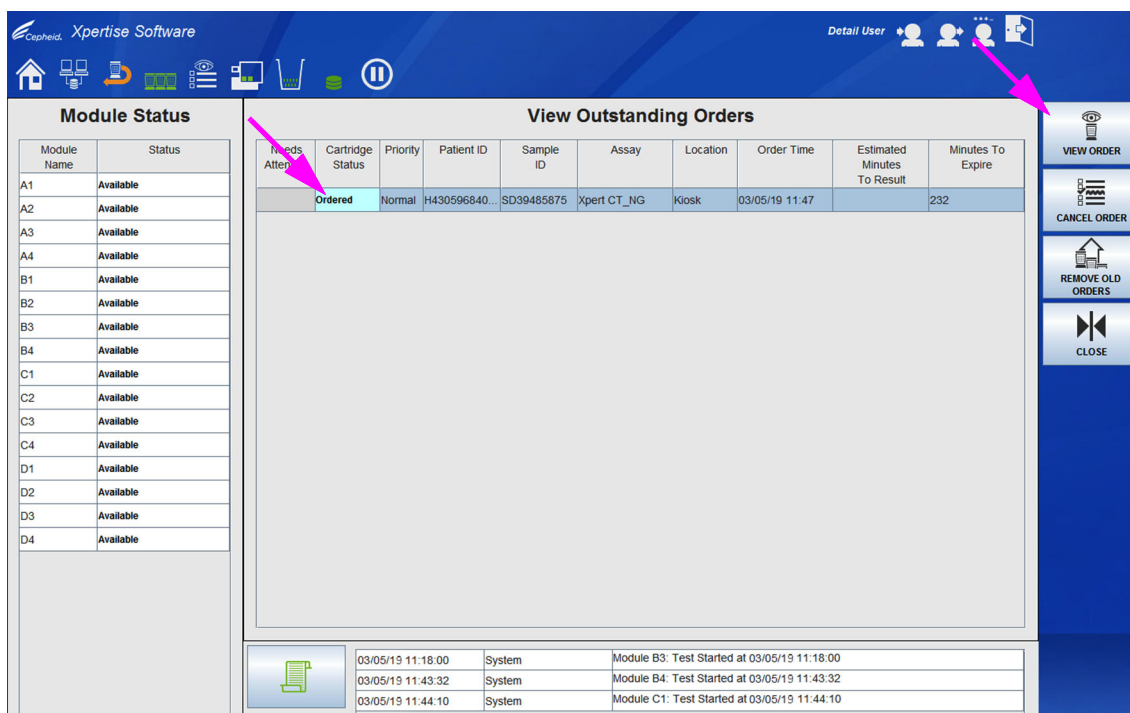
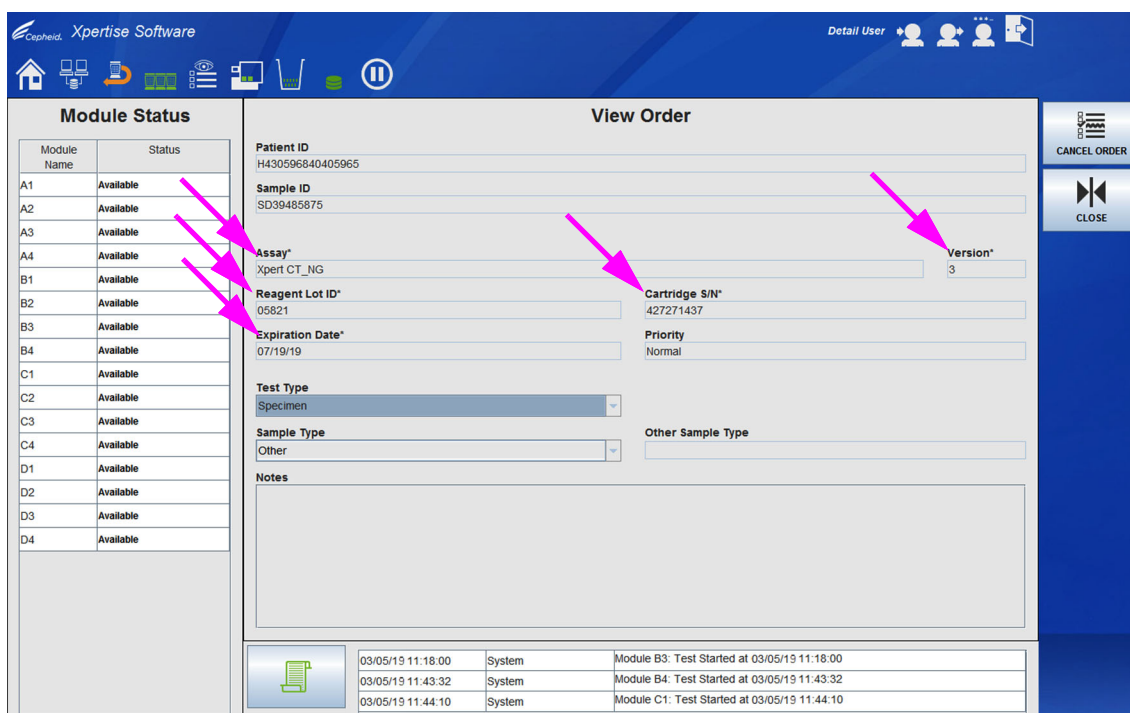

図 10-28. 未処理オーダーの表示ワークスペース
図 10-29. オーダーの表示ワークスペース
- A. オーダーをキャンセルするには、ワークスペースの右側にある**オーダーのキャンセル (CANCEL ORDER)** ボタンを選択します。図 10-29 を参照。
未処理オーダーの表示 (View Outstanding Orders) するには、表示したいオーダーの行をハイライト表示し、**オーダーの表示 (VIEW ORDER)** ボタンを選択します。図 10-28 を参照。オーダーの表示 (View Order) ワークスペースが表示されます。図 10-29 を参照。
データがスキャンされた場合、図 10-29 に示されている 5 つのフィールドはアスタリスク (\*) で表示されます。